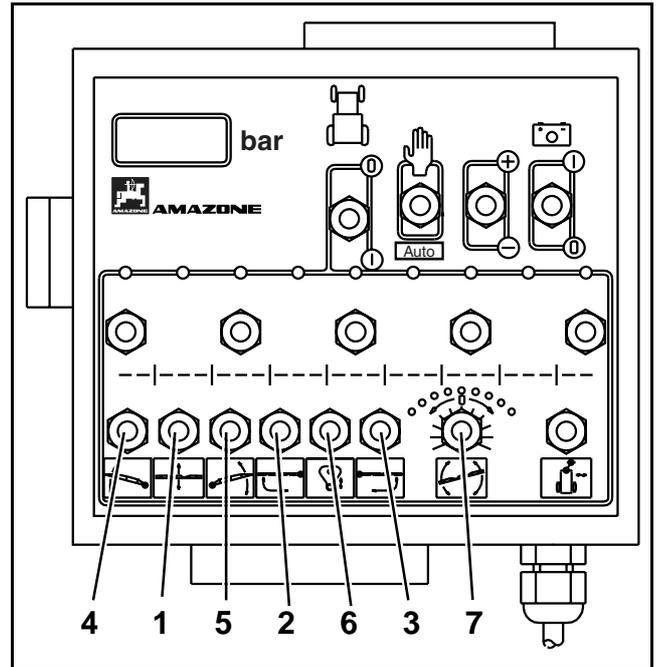
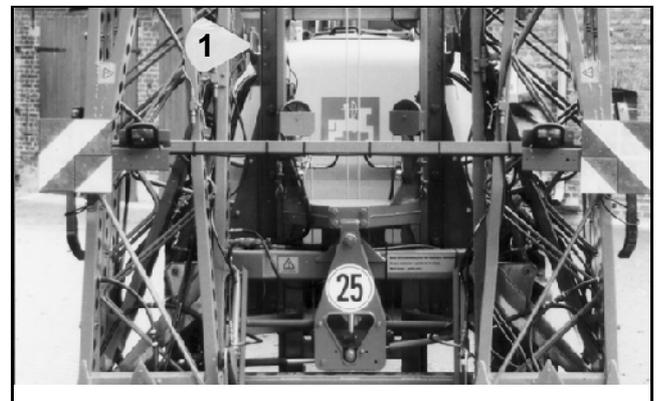

Fig. 8.68
Fig. 8.70
- Mantener uno de los pulsadores (Fig. /2 ó Fig. /3) en la posición „Plegar“, hasza que los segmentos individuales se hayan plegado completamente. Mantener los pulsadores (Fig. 8.68/4 y Fig. 8.68/5) en la posición „Acodar“ hasta que ambos paquetes de los brazos de extensión se hayan rebatido hacia arriba.
- Bajar el varillaje completamente mediante los pulsadores de la regulación de altura (Fig. 8.68/1) hasta que los soportes de captación enganchen las escotaduras de captación (Fig. 8.70).
Si los soportes de captación (Fig. 8.70/1) no enganchan las escotaduras, accionar el pulsador (Fig. 8.68/7) y alinear así el varillaje paralelamente al marco del rociador mediante la regulación de inclinación .